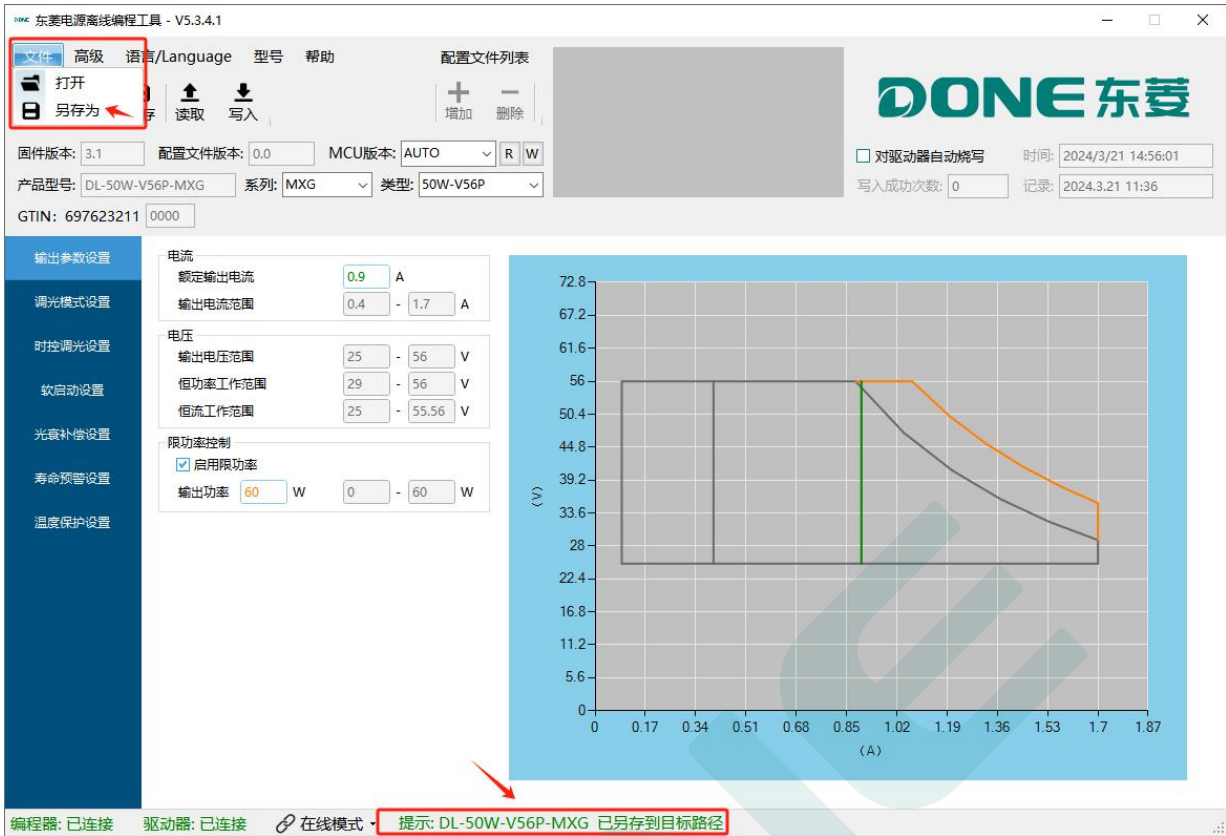

图 5.5.3 配置另存操作界面
**操作步骤：** 点击界面“文件”选项，选择“另存为”可直接保存产品配置文件(.xml)到本地，且保存后都会有对应配置文件的更新提示，如图 5.5.3 所示。